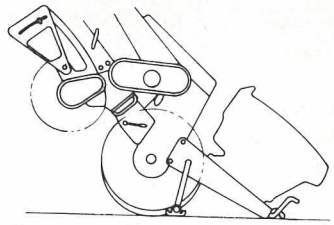

Fig. 7-4
- 2) Lift the stand and push the tiller forward to allow it to float. (See Fig. 7-4).
- 2) Soulever la béquille et pousser la machine en avant pour la décoller du sol. (Voir Fig. 7-4)